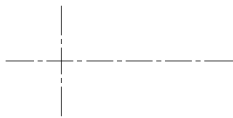

图 3-26 绘制中心线
(2) 绘制中心线
❶ 将“中心线”图层设置为当前图层，然后单击“默认”选项卡“绘图”面板中的“直线”按钮，分别沿水平和垂直方向绘制中心线，坐标分别为{(100,100),(180,100)}和{(120,120),(120,80)}，效果如图 3-26 所示。